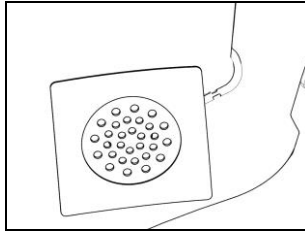

Fig. 39
- Posizionare l'altoparlante sinistro nella sede del guanciale e fissarlo utilizzando l'apposito adesivo (Fig. 39).